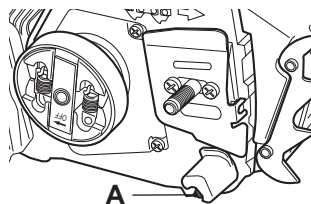

Fig. 52
- > Dévissez la vis (Fig. 52, A) et enlevez-la en même temps que l'attrape-chaîne [12].